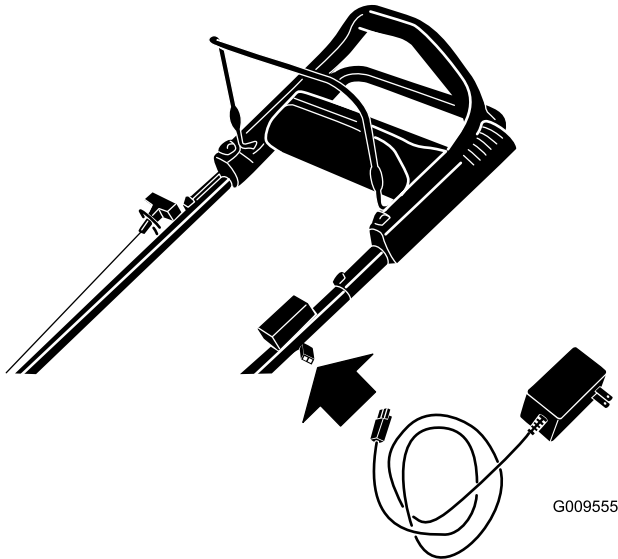

Figura 26
1. Ligue o carregador à cablagem sob a chave da ignição (Figura 26).